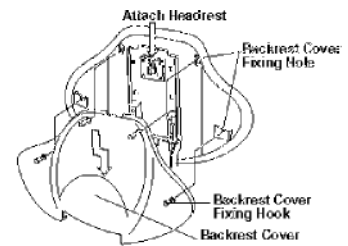

Fig.6-19 Fixing Backrest Cover and Headrest
Insérez les 2 crochets du carter dossier et fixez-les. Continuez à serrer le dossier, glissez le carter du dossier et fixez les deux crochets. (Fig.6-19)
D. Montage de la tête (Fig.6-19)